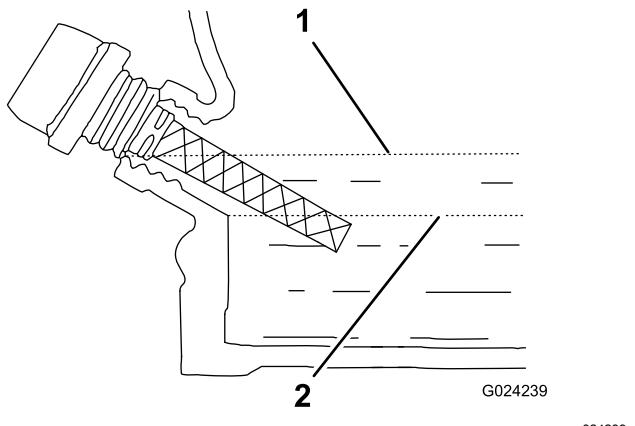

图19
**注意** 如果油位接近或低于量油尺的下限标记请仅添加足以将油位提升到量油尺上限标记注油孔的边缘的机油请参阅 图19。再次检查油位。切勿将曲轴箱加得过满。